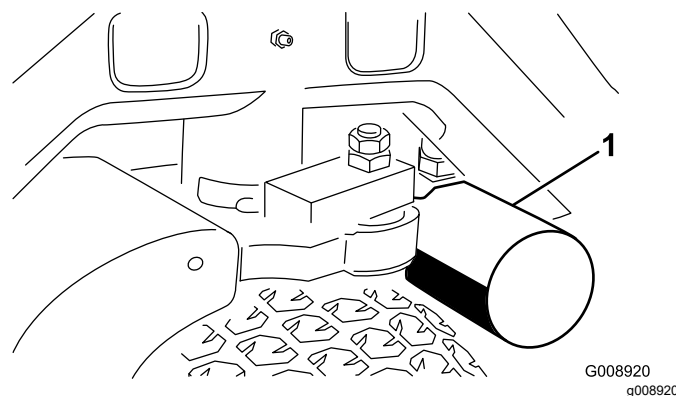

図 64
3. フィルタ取り付け部の周辺をウェスできれいにぬぐう。フィルタ 図 64 の下に廃油受けを置いてフィルタを外す。